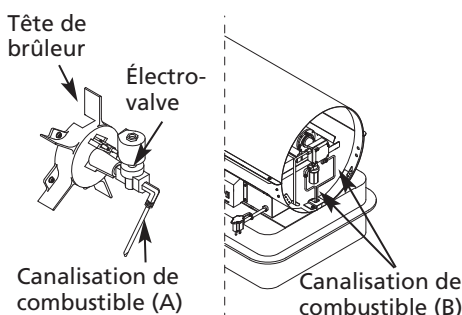

Figure 15 – Serrer la canalisation de combustible
- Utiliser une clé de 1/4 po et serrer la canalisation de combustible (A) au niveau de l'électro-valve et de la pompe (voir la Figure 15).